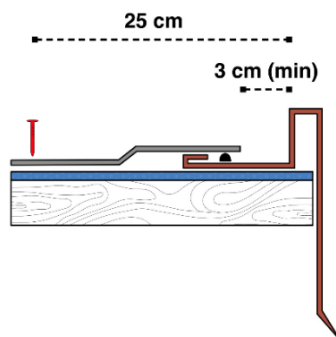

Fig. 4 - Dettaglio lamiera laterale
- Installare le lamiere laterali sopra alle membrane posate sulla copertura. Applicare un cordolo di Bitustick sul bordo delle lamiere laterali. Procedere con la normale posa delle tegole sopra alle lamiere laterali. Lasciare uno spazio di circa 3cm tra il bordo delle tegole e il bordo delle lamiere - Fig. 4. Non usare chiodi a meno di 25 cm dalle lamiere laterali.